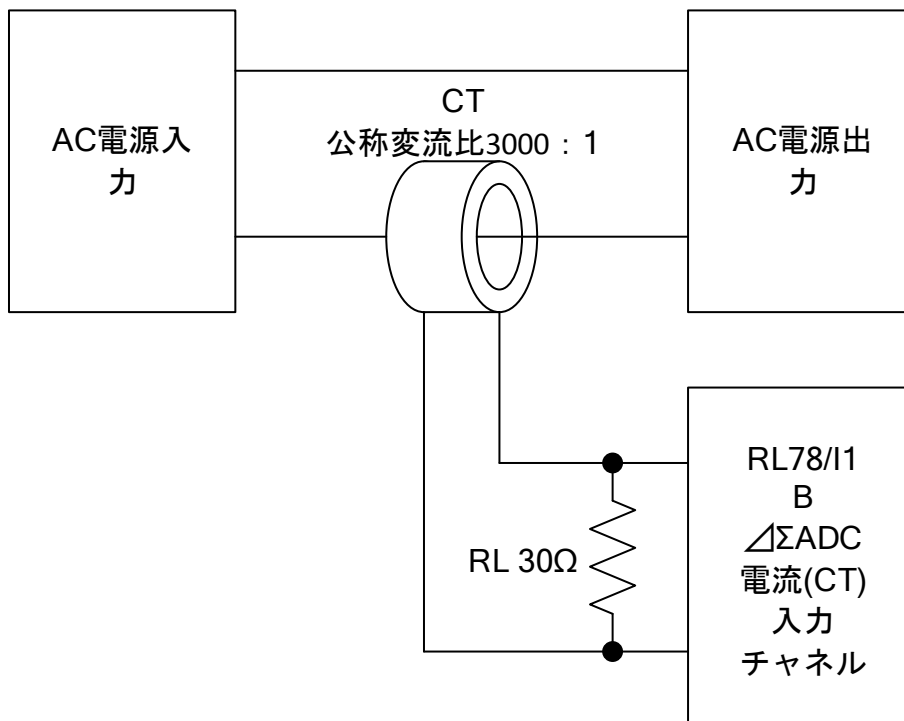

図 8-3 電流 (CT) 入力部 概略図
8.3. 電流 (CT) 用係数
本製品の電流 (CT) の入力部は図 8-3 のようになっています。